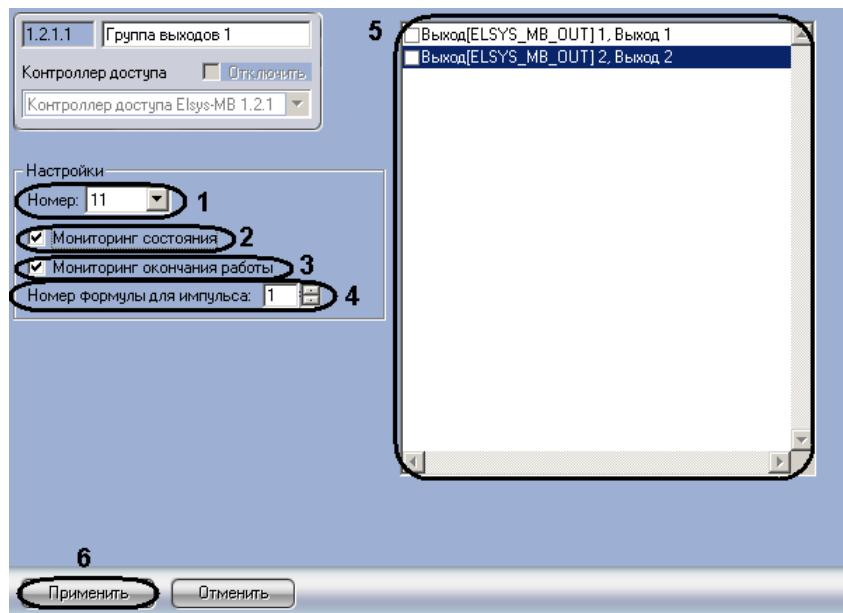

Рис. 3.4-12 Панель настроек объекта Группа выходов
2. Перейти на панель настроек объекта **Группа выходов** (Рис. 3.4-12).
3. Из раскрывающегося списка **Номер:** выбрать адрес группы выходных реле (см. Рис. 3.4-12, 1).
4. Для того чтобы в протоколе событий регистрировались сообщения об изменениях состояния группы выходных реле, необходимо установить флажок **Мониторинг состояния** (см. Рис. 3.4-12, 2).
5. Для того чтобы в протоколе событий регистрировались сообщения об окончании работы группы выходных реле по формуле, необходимо установить флажок **Мониторинг окончания работы** (см. Рис. 3.4-12, 3).
6. Для запуска работы группы выходных реле по формуле выхода необходимо в поле **Номер формулы для импульса** установить с помощью кнопок **вверх-вниз** значение равное значению поля **№** необходимой формулы выхода (см. раздел 3.3.3.2 данной документации, Рис. 3.4-12, 4).
7. В правой части панели настроек необходимо установить флажки напротив тех объектов **Выход**, которые будут входить в группу выходных реле (см. Рис. 3.4-12, 6).
8. Для сохранения изменений необходимо нажать кнопку **Применить** (см. Рис. 3.4-12, 6).